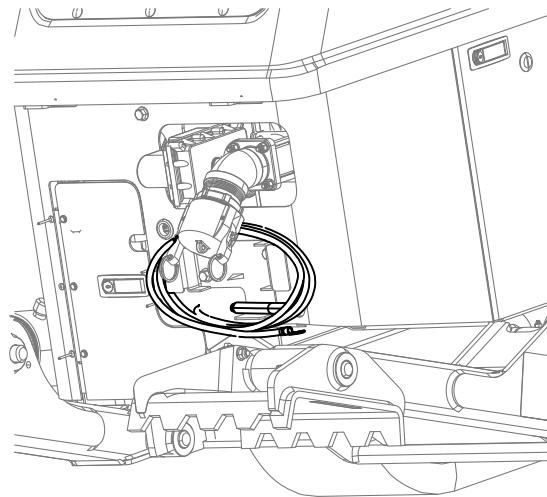

Figure 49
1. Sortez le câble de mise à la terre de sa position de rangement à l'arrière de la machine (Figure 49).
- Rangez le piquet de terre dans son support à l'arrière de la machine (Figure 49).